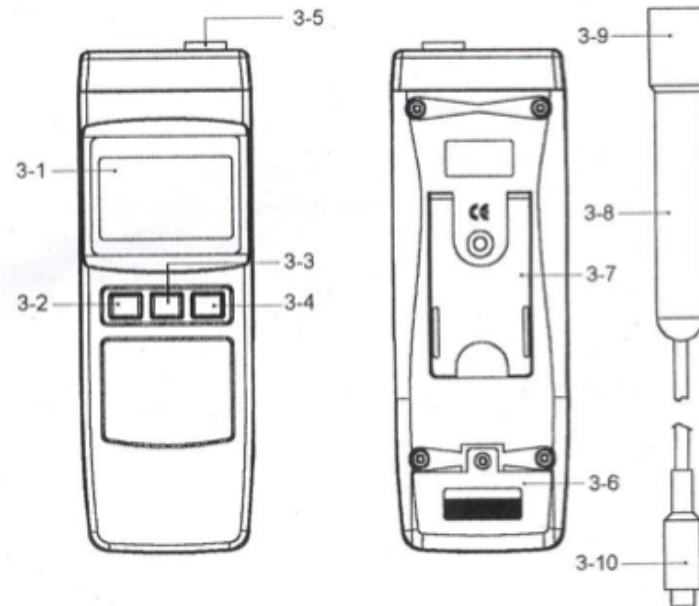

Fig. 1
- 1) Encienda el instrumento presionando el botón de encendido (3-2, Fig. 1).
- 2) A. Sostenga el mango de la sonda (3-10, Fig. 1) con la mano y sumerja la cabeza de la sonda (3-11, Fig. 1) totalmente dentro de la solución a medir.
- 1) Encienda el instrumento presionando el botón de encendido)3-2, Fig.1).
- 2) A. Sostenga el mango de la sonda (3-10, Fig.1) con la mano y sumerja la cabeza de la sonda (3-11, Fig.1) totalmente dentro de la solución a medir.
b. Sacuda la sonda varias veces para quitar las burbujas de aire que hayan quedado en la cabeza de la sonda hasta que el valor de la lectura se estabilice. Entonces la pantalla (3-1, Fig. 1) mostrara los valores de conductividad (uS).
Durante la medición, presione el botón de retención de datos (3-4, Fig.1) para congelar el valor en la pantalla, al mismo tiempo la pantalla mostrara el indicador de "HOLD". Para quitar la función de retención de datos, solo presione de nuevo el botón, entonces el indicador "HOLD" desaparecerá y la función se cancelara.
- 2) Quite la cubierta de las baterías (3-7, Fig. 1) y saque las baterías.